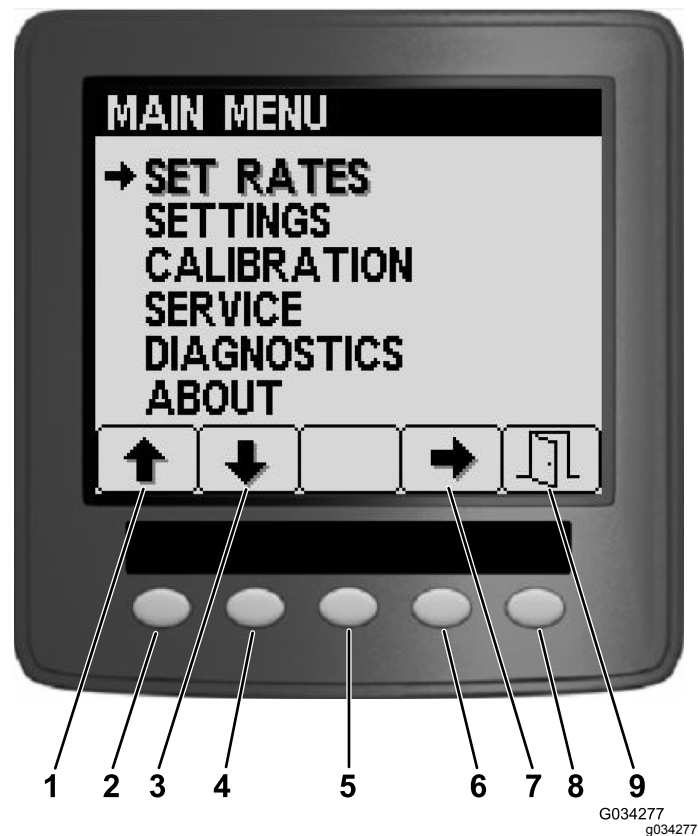
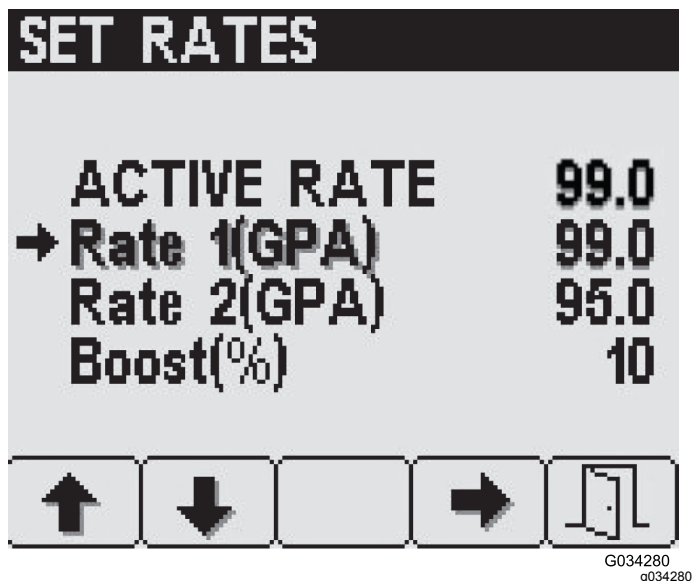
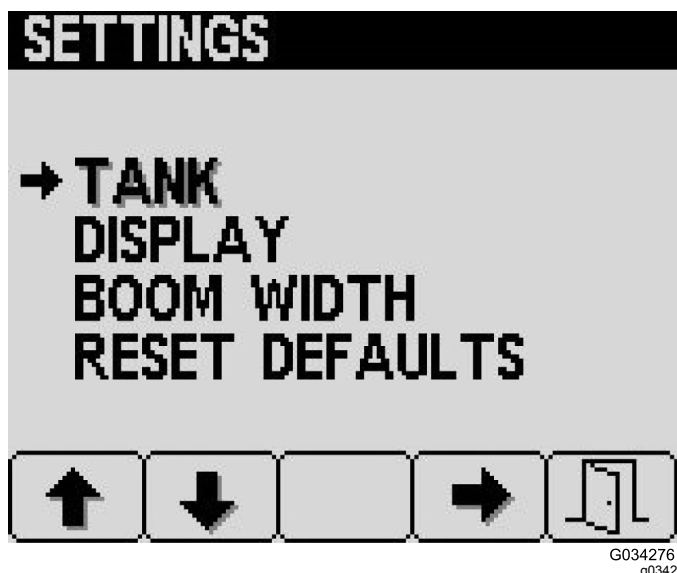

Figura 16
Figura 17
Figura 19
A partir do ecrã do menu principal, pode aceder ao ecrã para definir taxas, ao ecrã de definições, ao ecrã de calibração, ao ecrã de assistência, ao ecrã de diagnóstico ou ao ecrã sobre (Figura 16).
Para aceder ao ecrã para definir taxas, prima o botão 2 no ecrã do menu principal (Figura 16) até chegar à opção de definir taxas e prima o botão 4 para seleccionar (Figura 17).
1. Prima o botão 1 ou 2 até obter a taxa ou percentagem de taxa de aumento pretendida (Figura 17).
Para aceder ao ecrã de definições, prima o botão 2 no ecrã do menu principal (Figura 16) até chegar à opção de definições e prima o botão 4 para seleccionar (Figura 19).
1. Prima o botão 4 no ecrã de definições para selecionar as definições do depósito (Figura 19).
1. Prima o botão 2 no ecrã de definições até chegar à opção de definições do ecrã e depois prima o botão 4 para selecionar a opção de ecrã (Figura 19).
As definições da largura da rampa são previamente preenchidas na fábrica (Figura 19).